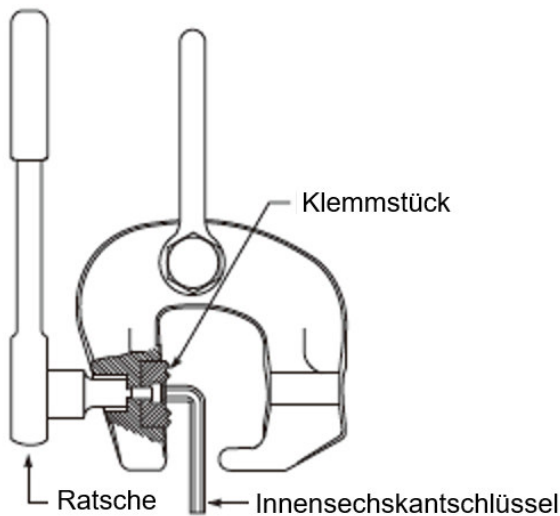

Abb. 4-2: Demontage des Klemmstücks auf der gegenüberliegenden Seite
2. Drehen Sie die Sechskantschraube mit einem Innensechskantschlüssel, während Sie das Klemmstück auf der gegenüberliegenden Seite mit einer Ratsche fixieren (siehe Abb. 4-2).